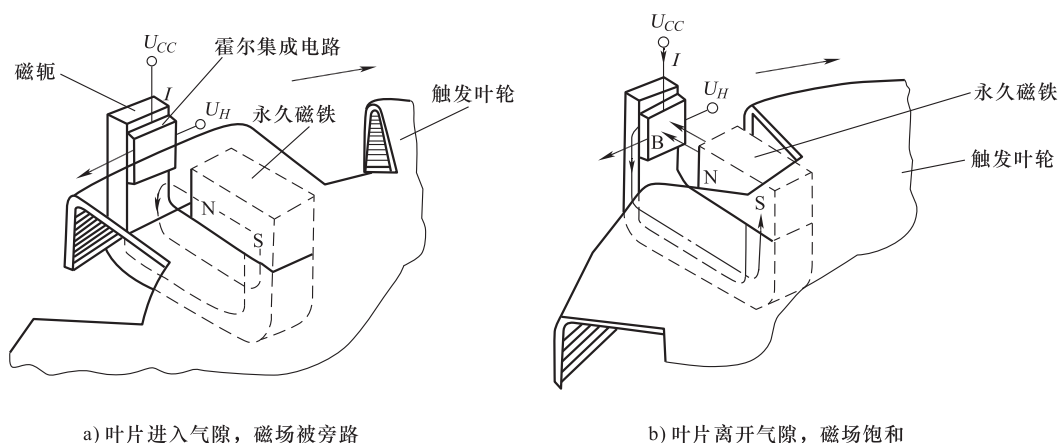

图 4-45 霍尔曲轴位置传感器工作原理
(2) 工作原理 触发叶片式霍尔曲轴位置传感器工作原理如图 4-45 所示。